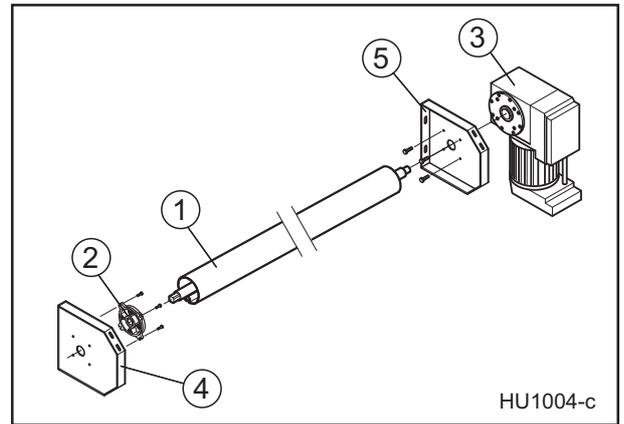

Abb. 6
Bringen Sie die Antriebswelle (1) in Position und montieren Sie diese gleichzeitig mit der Abrollsicke (2) an die dafür vorgesehene Lagerkonsole (4) oder (5) (siehe Abb. 6). An der Antriebsseite Adapter durch die mittlere Bohrung der Antriebslagerkonsole führen; Antrieb nehmen und von außen auf den Adapter aufstecken und mit der Lagerkonsole verbinden.